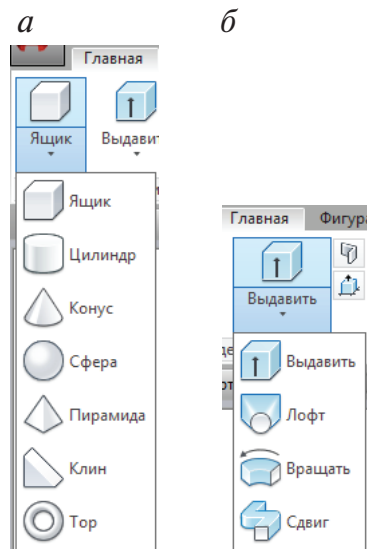

Рис. 155. Вкладка Главная. Панель инструментов Моделирование:
Панель инструментов Моделирование (рис. 155) включает:
- ◆ команды создания базовых 3D-тел: ящик, цилиндр, конус, сфера, пирамида, клин, тор (рис. 155, *а*);
- ◆ команды, позволяющие из двумерных объектов создать трехмерные тела путем выдавливания, вращения, сдвига и т. д. (рис. 155, *б*);
Рассмотрим последовательность создания 3D-моделей из двумерных объектов командами панели инструментов Моделирование (рис. 155, б).